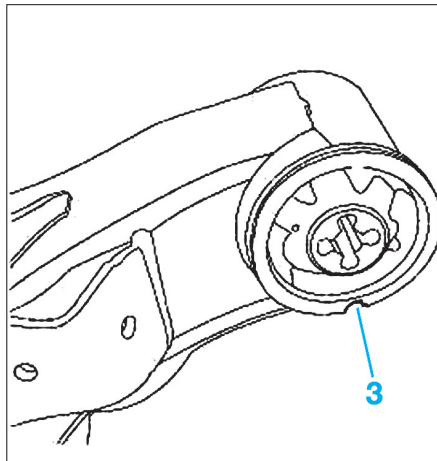

FIG. 23
- Repéré la position de l'articulation élastique sur le train arrière en prenant comme repère l'encoche (3) (Fig. 23).